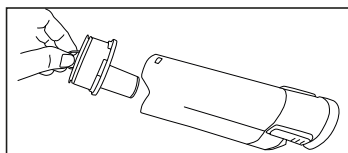

Fig. 2
6. Allineare la cartuccia del filtro con il contenitore per la polvere e spingerla in posizione (Fig. 2).